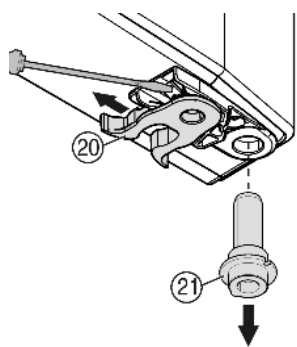

Fig. 9
- ▶ Przenieść zacisk sprężynowy Fig. 9 (20): Zatrask przycisnąć w dół, przy tym zdjąć zacisk sprężynowy.
- ▶ Trzpień zawiasu Fig. 9 (21) wyjąć z tulei drzwi i razem z podkładką założyć po przeciwnej stronie. Zatrask musi wskazywać do wewnątrz drzwi, a nacięcia do zewnątrz.
- ▶ Drzwi założyć na dole, a trzpień zawiasu Fig. 9 (21) umieścić w płytce zawiasu. Ew. obrócić trzpień zawiasu tak, by się zablokował.